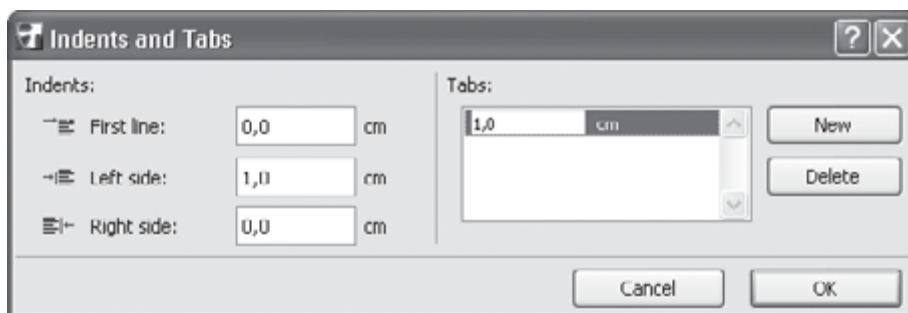

Рис. 9.8. Окно параметров абзаца
2. Щелкните правой кнопкой мыши в окне редактора и из меню текстового редактора выберите команду Indents and Tabs (Отступы и табуляция). Появится диалоговое окно настройки абзаца (рис. 9.8).